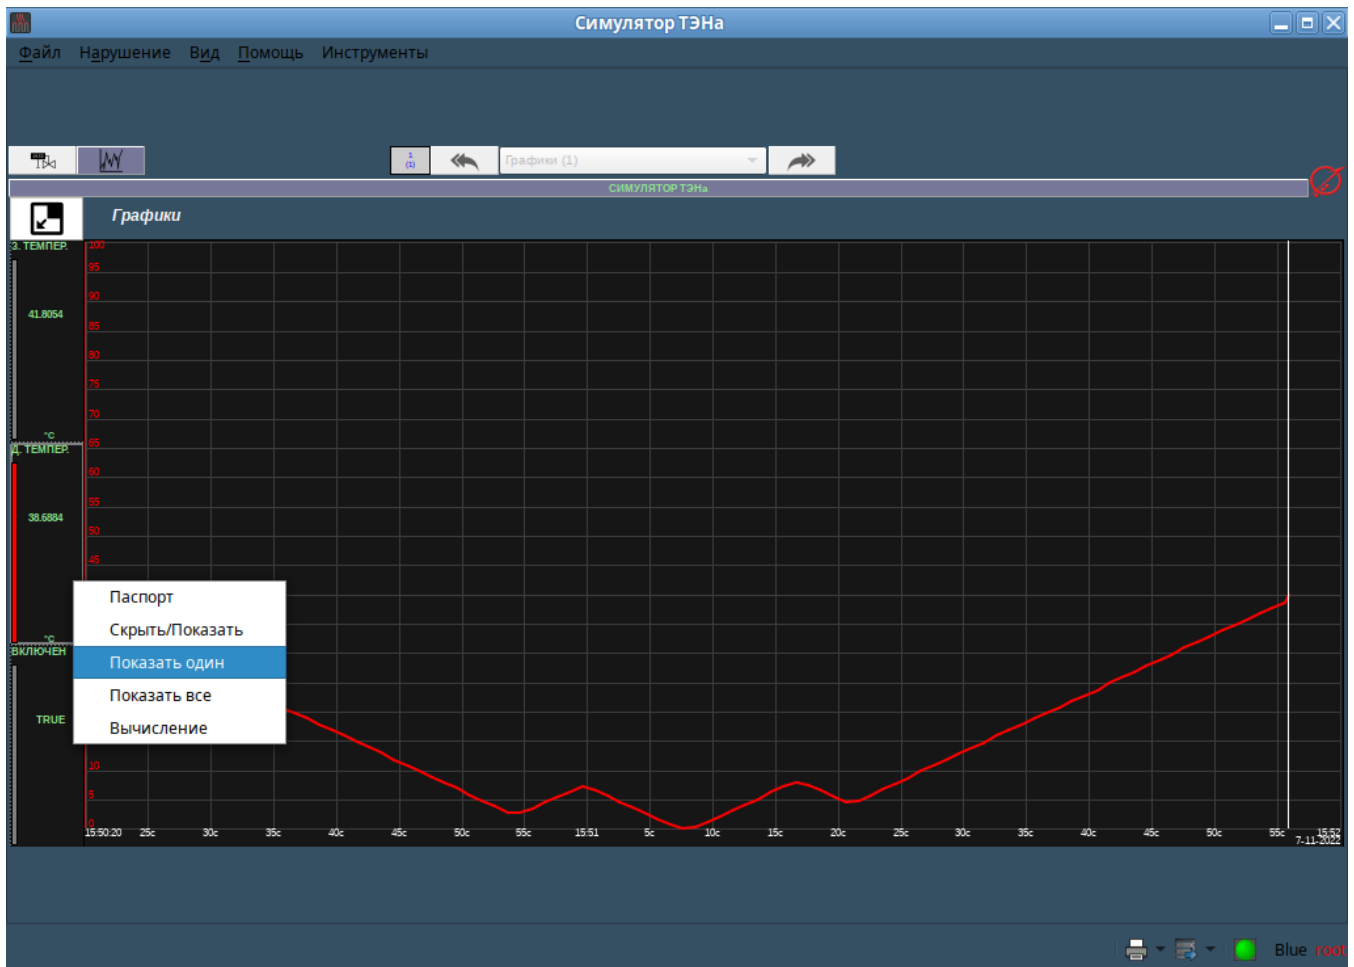

Рис. 59
- «Показать один» — выключает отображение всех параметров на графике, кроме одного выбранного (рис. 59);